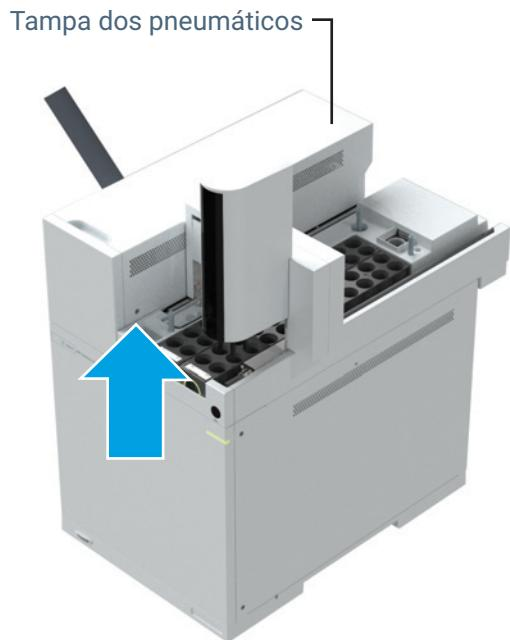

Figura 3. Remova o parafuso Torx T-20 da tampa pneumática
- 2 Remova os parafusos T-20 que fixam a tampa (**Figura 3**).